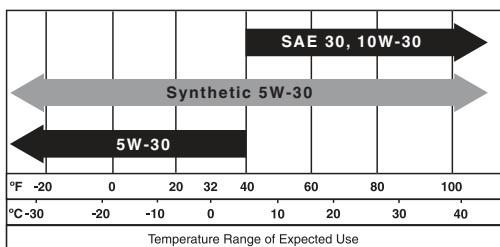

FIGURA 27: Viscosidad de aceite recomendada
Se recomienda aceite SAE 10W-30 para uso a temperatura general. Consulte la Figura 27 para obtener información sobre las viscosidades que se pueden utilizar. Es posible usar otras viscosidades que aparecen en el gráfico si la temperatura media en su área se encuentra dentro del rango indicado.
- Aceite para motor sin uso (del tipo SAE que se indica en la Figura 27)
12. Usando el embudo, vierta el aceite nuevo (sin uso) en el orificio de llenado de aceite. (Vea en la Figura 27 el tipo de aceite recomendado). No llene en exceso.